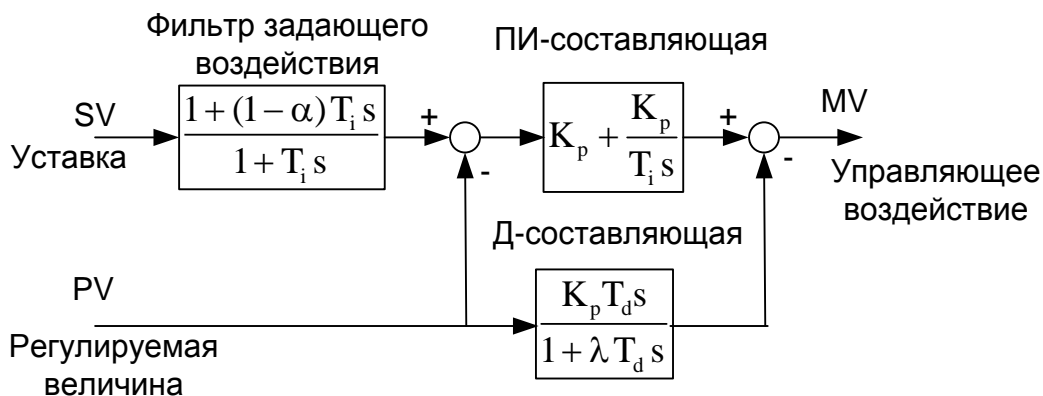

Рис. 25. Функциональная схема алгоритма.
В контроллере CP1E автоматическое ПИД-регулирование осуществляет команда PIDAT (191) – PID control with autotuning. В режиме собственно регулирования команда выполняет алгоритм, представленный на функциональной схеме (рис. 25).